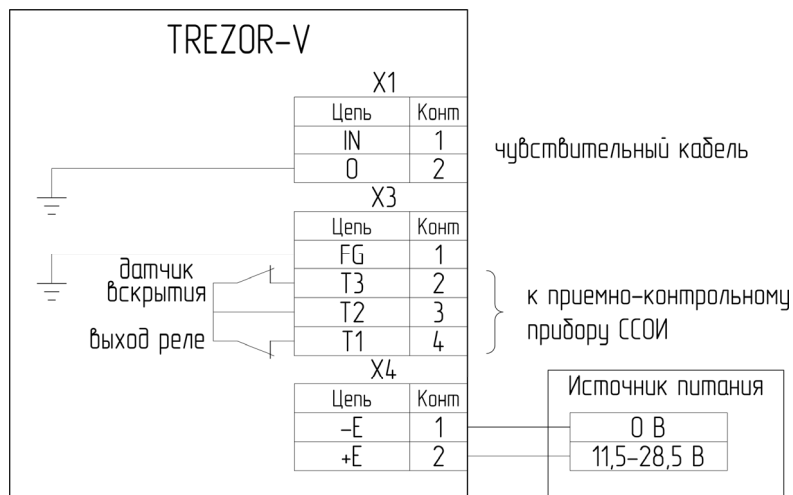

Рисунок 2.2.1. Схема подключения
- и экрана (клемма «0») чувствительного кабеля (см. рис. 2.2.1);